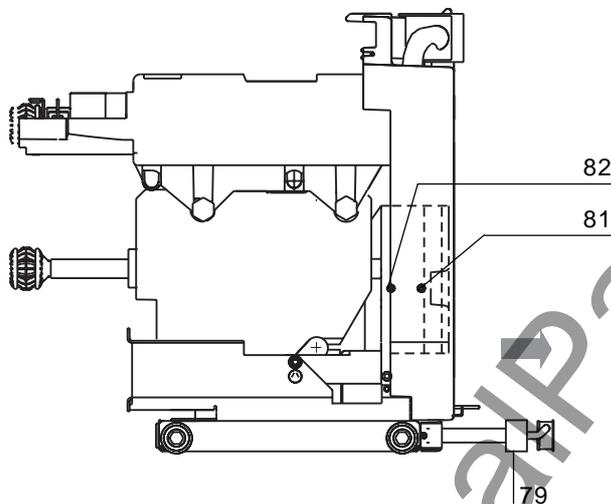
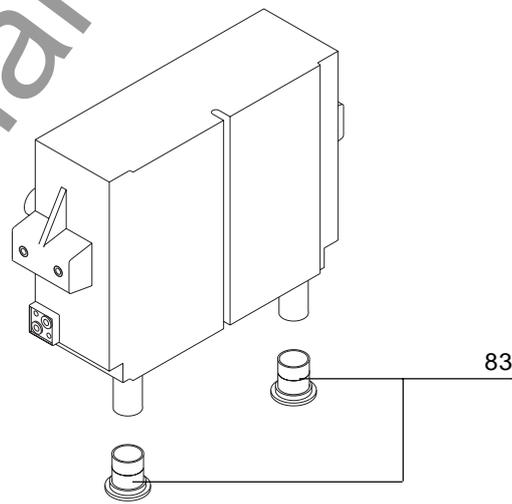

Fig. 18a
Fig. 18b
Porre il contattore su un piano di lavoro con la traversa del carrello al di fuori del piano stesso fig. 18a.
Eeguire l'operazione di sezionamento in modo tale che la traversa del carrello (79) (fig. 18a) avanzi nel verso indicato dalla freccia per 100 mm circa; se è presente il magnete di blocco operare spingendo la slitta (80) (fig. 6)
Svitare e togliere la vite (81) (fig. 18a) su entrambi i lati dell'apparecchiatura ed allentare le viti (82) (fig. 18a) sempre da entrambi i lati.
Arretrare il trasformatore come indicato dalla freccia (fig. 18a). Tenendo fermo il trasformatore svitarne i tappi inferiori di contenimento (83) (fig. 18b) dei fusibili di protezione e procedere alla loro sostituzione. Successivamente riavvitare a fondo i tappi e rimontare il trasformatore procedendo in senso inverso a quanto descritto.
Place the contactor on a working surface with the truck cross-piece away from the surface itself (fig. 18a).
Carry out the isolation operation so that the crosspiece of the truck (79) (fig. 18a) advances in the direction indicated by the arrow by about 100 mm. If the locking magnet is provided, work by pushing the slide (80) (fig. 6).
Unscrew and remove the screw (81) (fig. 18a) on both sides of the apparatus and loosen screws (82) (fig. 18a), still on both sides.
Move the transformer back as shown by the arrow (fig. 18a). Keeping the transformer still, unscrew the lower stopper caps (83) (fig. 18b) of the protection fuses and replace them. Then screw up the caps fully again and remount the transformer, proceeding in reverse order to the one described.